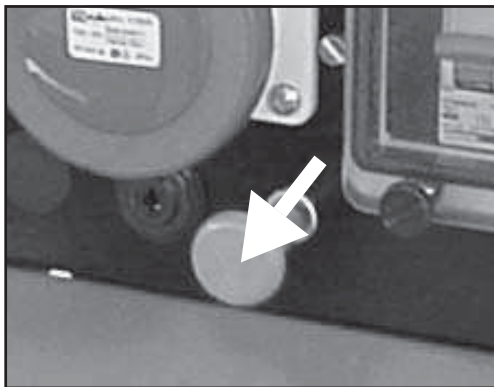

Fig. 8
3) Versión motor Ruggenini: Tirar del pomo situado en el tablero de control (ver fig.8); esperar a que el motor se apague del todo; devolver la llave a la posición "OFF".